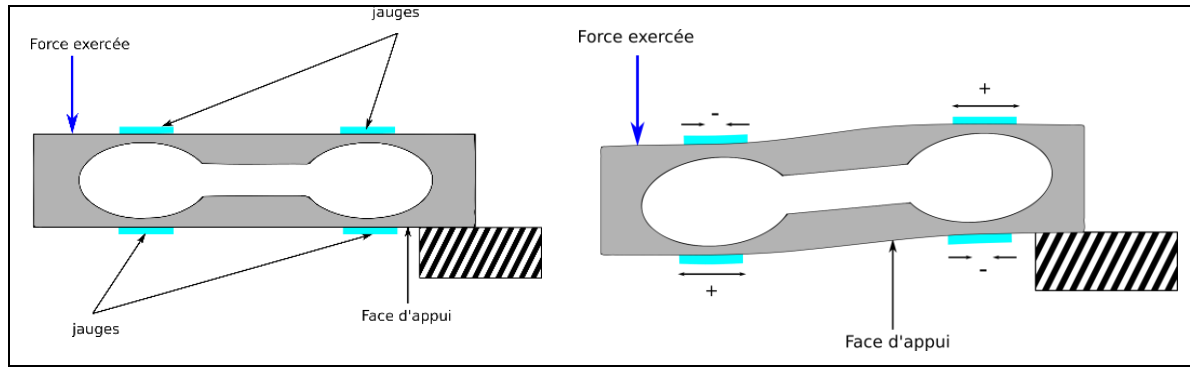

Figure 1 : Corps d'épreuve déformable et positions des 4 jauges des contraintes
Le plateau de la balance présentée permet l'acquisition de la masse d'un objet grâce au capteur de force fixé entre les deux cadres composant ce plateau. Le capteur de force permet de mesurer dans le cas de la balance présentée, une masse maximale de 100 kg et minimale de 10 g. Le capteur de force utilisé est constitué d'un corps d'éprouve déformable sur lequel sont disposées quatre jauges de contraintes (voir *Figure 1*).
1. Que représente la flèche  $F$  sur la Figure 1 ?
2. Expliquer alors la signification du signe donné pour chaque jauge sur la deuxième partie de la Figure 1.